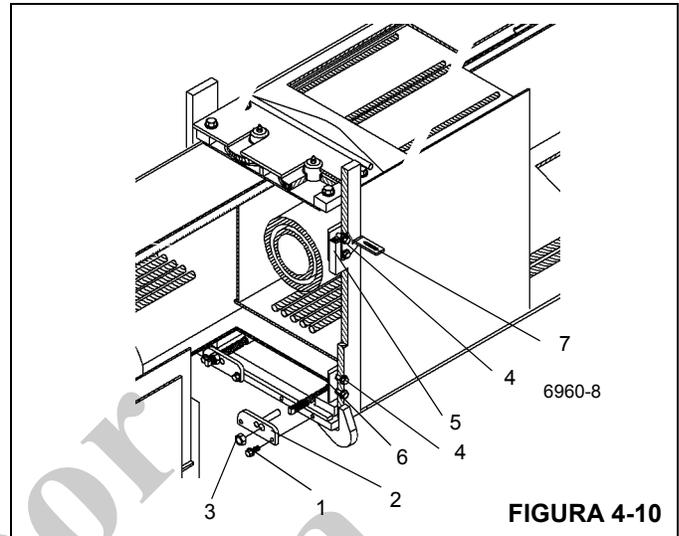

FIGURA 4-10
9. Saque los pernos y las arandelas (1) que fijan las placas de anclaje (2) del cable de retracción de la sección de extremo a la parte delantera inferior de la sección central interior. Retire las contratuercas de cables y retire las placas de anclaje (3) de los cables (Figura 4-10).
10. Saque los tornillos y las arandelas (4) que fijan cada almohadilla de desgaste lateral superior (5) e inferior (6) a la parte delantera de la sección central interior (Figura 4-10). Retire las almohadillas de desgaste, los suplementos y la escuadra de montaje (parte superior del lado izquierdo solamente) (7).